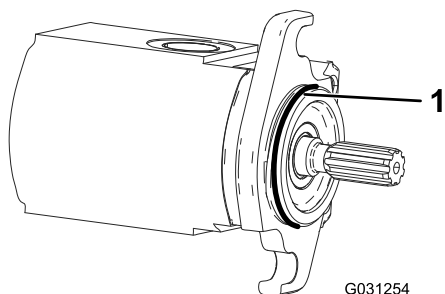

Bild 7
- Befestigen Sie den O-Ring am Spindelmotor (Bild 7).